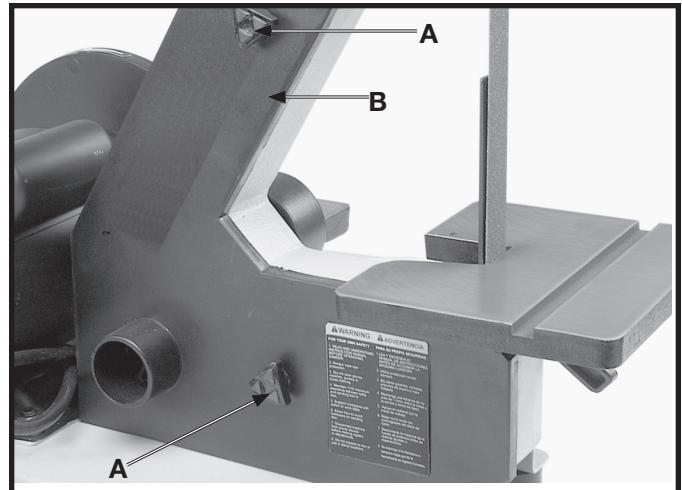

Fig. 31
- Retirer les deux boutons (A) fig. 31, et retirer le panneau latéral (B) de la ponceuse à courroie.